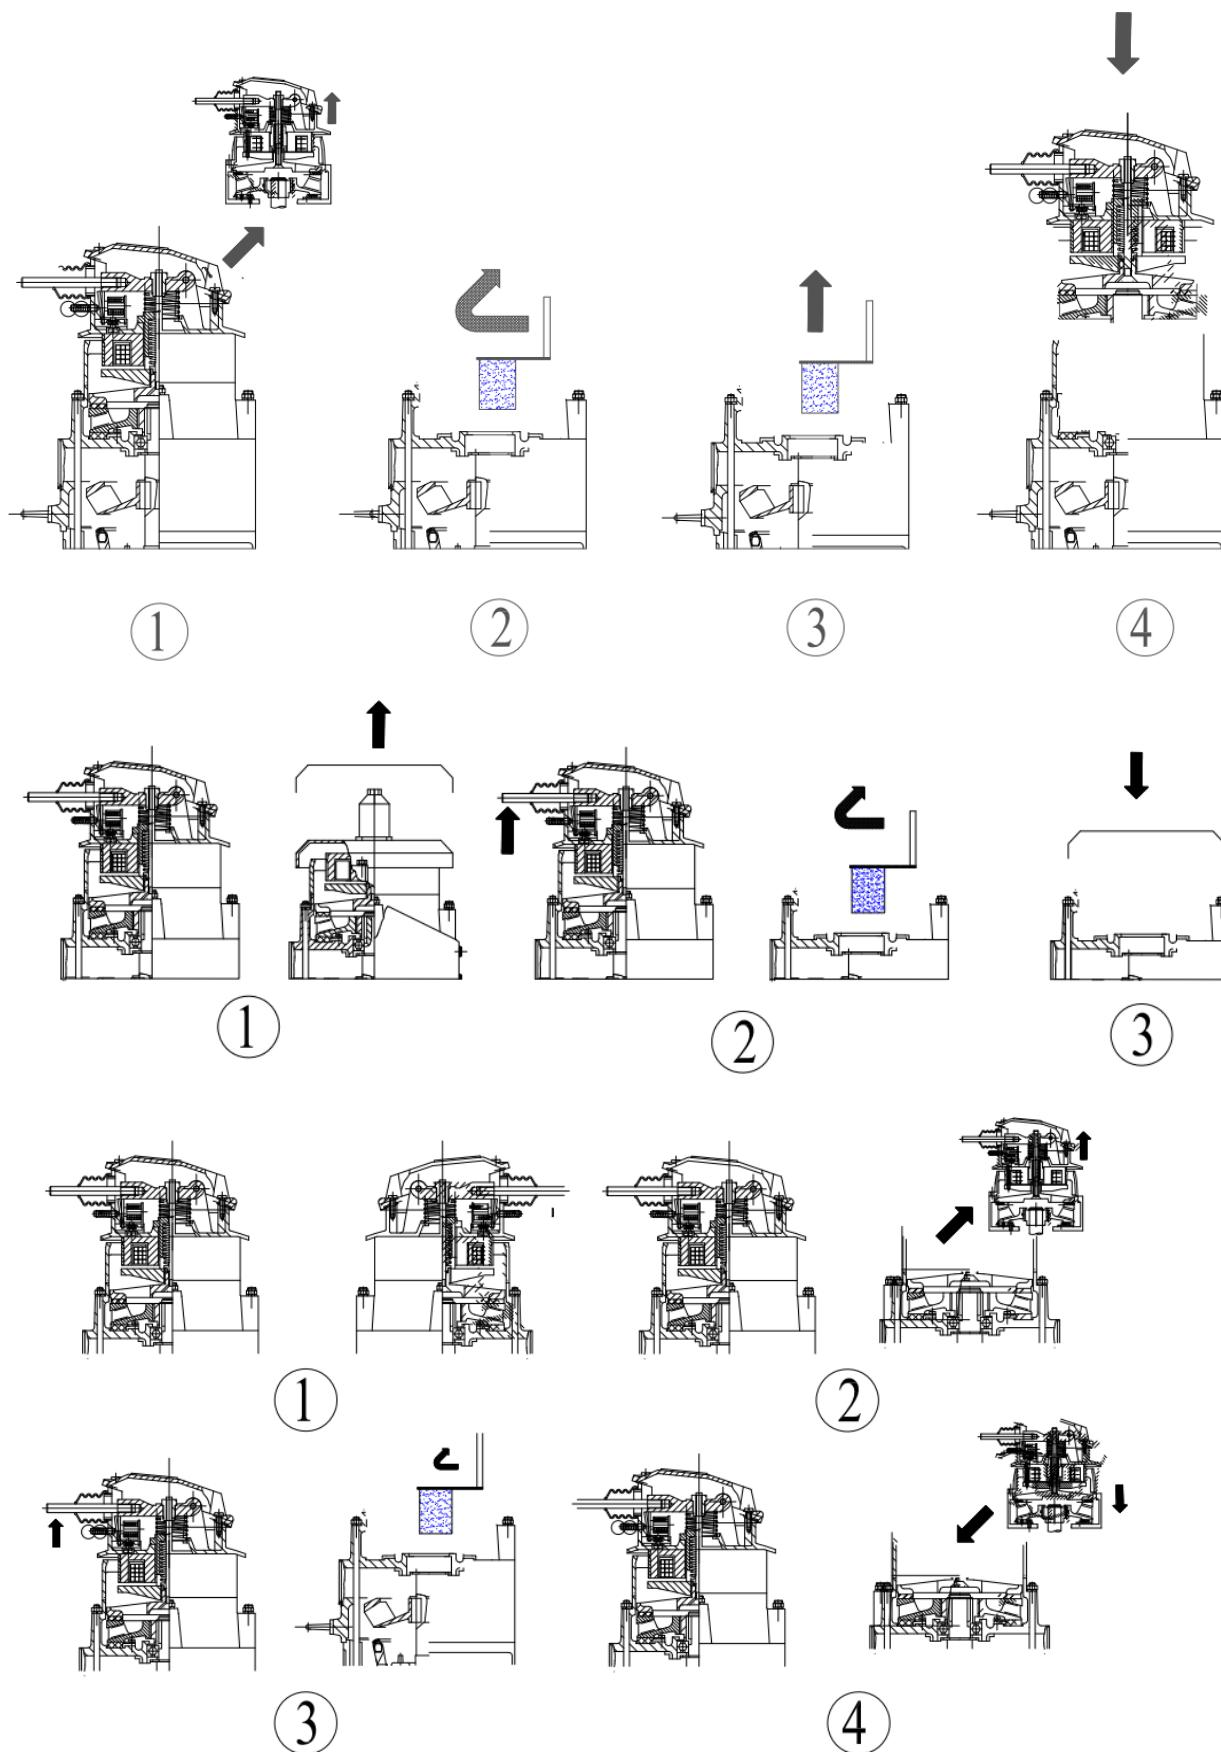

图 9.4-8 手动回转检测方法
- (1) 对制动器进行检修后。
- (2) 检测到制动松开不足, 手动释放时没有完全松开制动器, 见图9.4-8。
- (3) 信号灯不亮时。